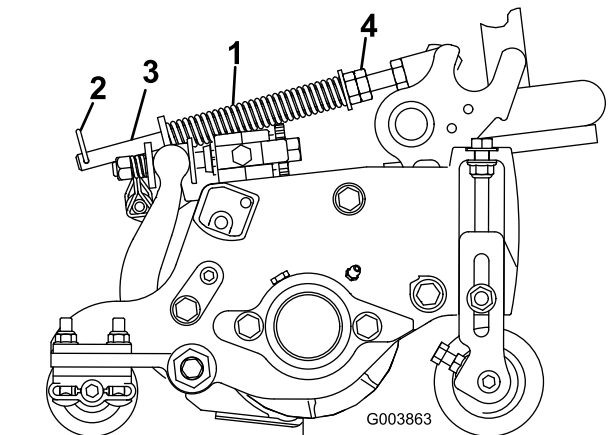

Figura 16
1. Verificate che la coppiglia sia montata nel foro posteriore dell'asta della molla (Figura 16).
2. Serrate i dadi esagonali sul lato anteriore dell'asta della molla, finché la lunghezza compressa della molla non è di 15,9 cm (Figura 16).
**Nota:** Se l'apparato di taglio deve essere rimosso dalla macchina, spostare la coppiglia sul foro anteriore dell'asta della molla (Figura 16). Assicuratevi di riportare la coppiglia sul foro posteriore dell'asta della molla dopo che l'apparato di taglio è stato reinstallato sulla macchina.